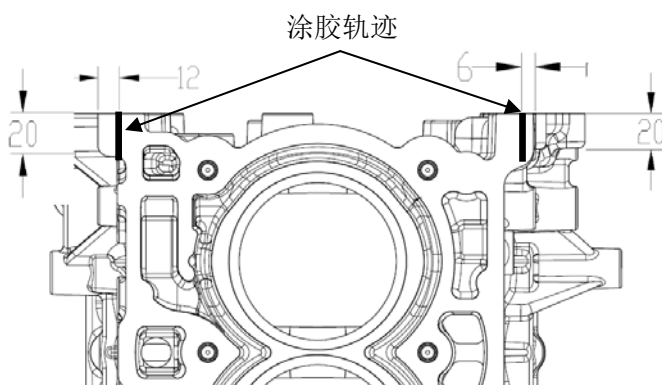

图 B-14 缸体顶部涂胶轨迹示意图
- 1)、在缸体总成上接合面安装两只定位销 ⑳；
- 2)、在缸体顶部T型区位置涂乐泰5900H密封胶，涂胶轨迹如图B-14所示；